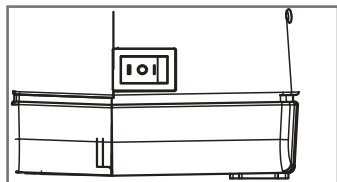

Рис.1
6.3.1 Убедитесь, что «Выключатель/переключатель скоростей» находится в положении «0», а адаптер отключен от сети (Рис.1).